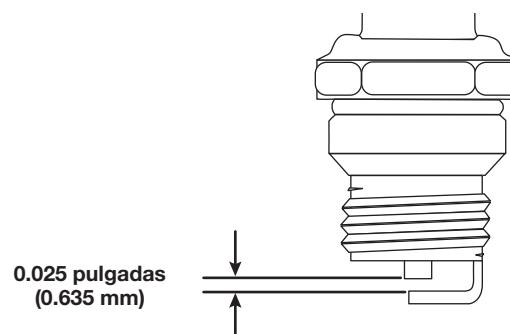

Fig. 17
- Use un calibrador de separación para ajustar una separación de aire de **0.025 pulgadas (0.635 mm)** (Fig. 17).